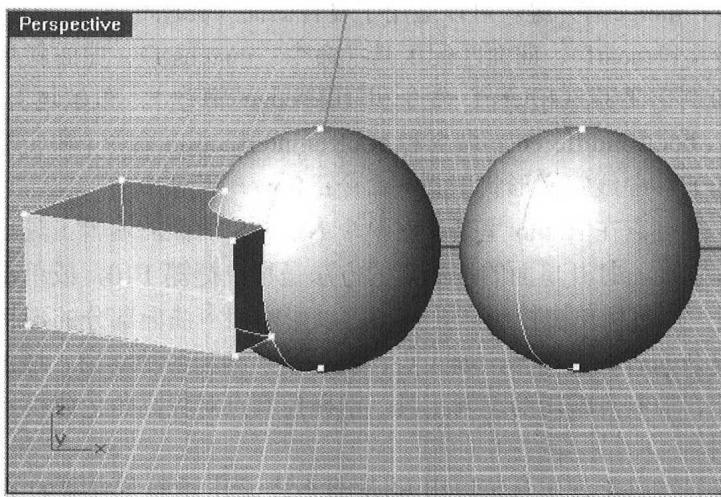

图 2.5 用 showedges 命令可以显示物体的边
(2) 曲面的边界 (edge)。一个单独的 NURBS 至少有两条边。这种情况是指完全闭合的曲面，如球体。球体的两条边重合在它的接缝处。执行 showedges 命令，可以看到一条 UNRBS 曲面的边。如图 2.5 所示。